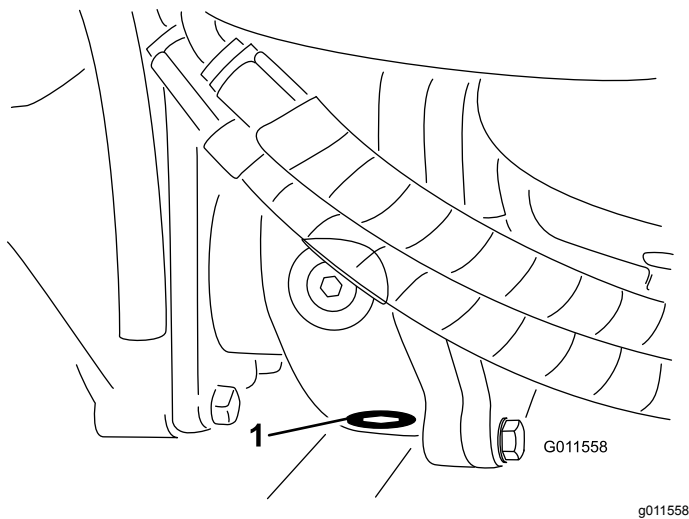

Figure 96
5. Nettoyez la surface autour du bouchon de vidange au bas du boîtier d'engrenages (Figure 96).